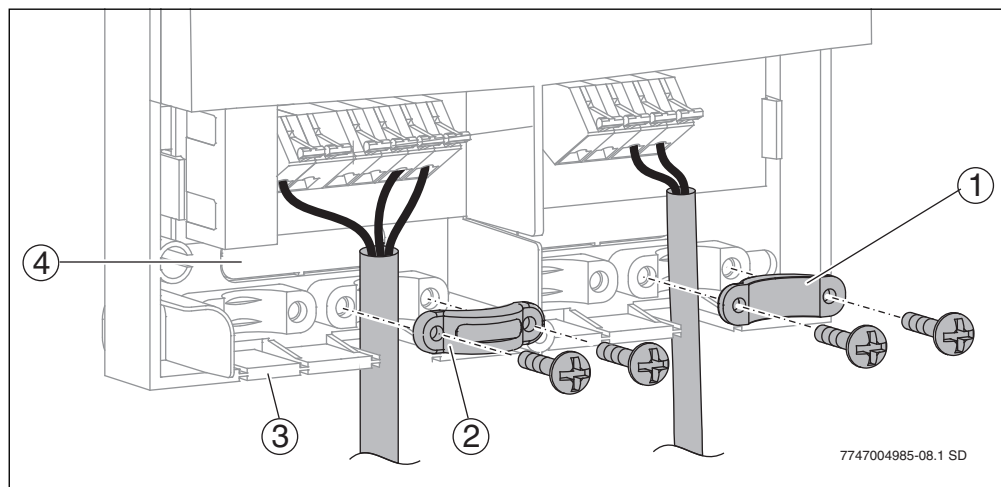

Fig. 11 Passagem e fixação dos cabos
De acordo com a situação de instalação, os cabos podem ser passados por trás (→ fig. 11, pos. 4) ou por baixo (→ fig. 11, pos. 3) para a caixa.
- ▶ Retirar a passagem de cabos (→ fig. 11) com uma faca, para que não restem arestas afiadas.